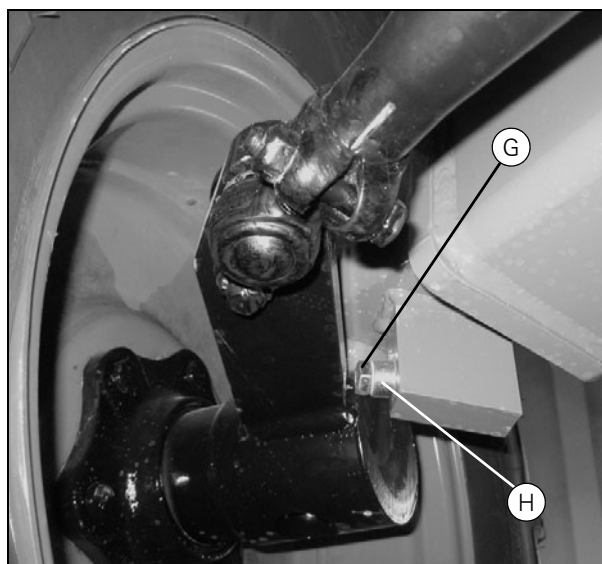

Рисунок 89
- После регулировки отклонения колес поверните колеса вправо до упора (K) и выполните регулировку левого стопорного винта (L). Затем поверните колеса влево до упора (K) и выполните регулировку правого стопорного винта (L).
- Убедитесь в том, что расстояние между шиной и корпусом машины с обеих сторон составляет не менее 10-15 мм при поднятой до упора задней оси (J) и шкворне, установленном до упора (G).
- В этом случае для стандартной оси необходимо установить дополнительные шайбы на втулку (H) — (Рис. 89)